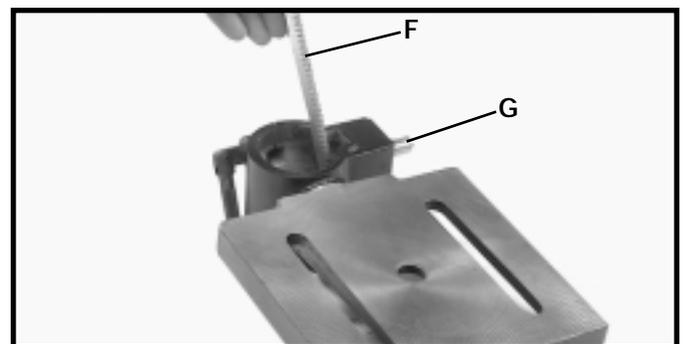

Fig. 6
3. Introduisez la crémaillère (F) fig. 6 enlevée à l'ÉTAPE 1, dans la rainure du support du plateau, en vous assurant que les dents de la vis sans fin (G), à l'intérieur du support, s'engrènent dans les dents de la crémaillère (F).